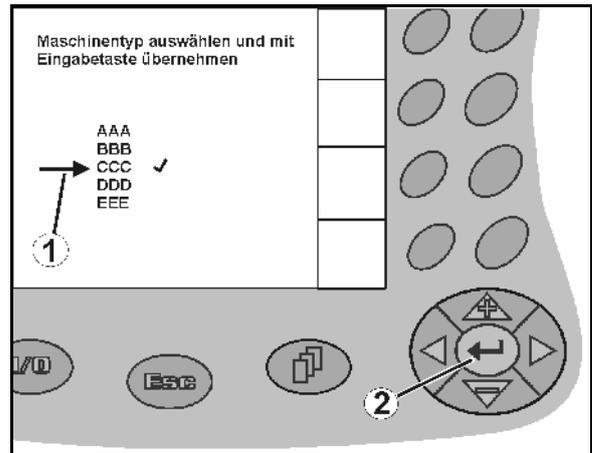

Fig. 13
- Positionner la flèche de sélection (Fig. 13/1) avec  et .
-  Valider la sélection (Fig. 13/2).